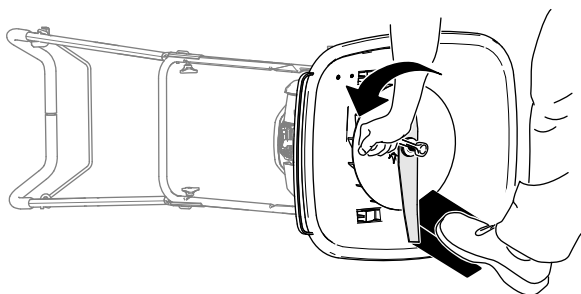

Рисунок 30
4. Використовуйте дерев'яний брусок, щоб втримати лезо (Рисунок 30).